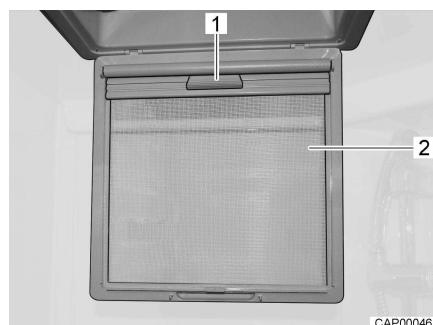

Fig. 32 Oscurante a rullo
- Ribaltare la protezione contro gli insetti (Fig. 32,2) verso il basso.
- Tirare verso il basso l'oscurante a rullo tramite la maniglia (Fig. 32,1) fino a fissarlo alla parte opposta.
- Sganciare l'oscurante a rullo dalla maniglia (Fig. 32,1) e ricondurlo lentamente nella posizione iniziale.
- Spingere la protezione contro gli insetti (Fig. 32,2) verso l'alto finché non si innesta.